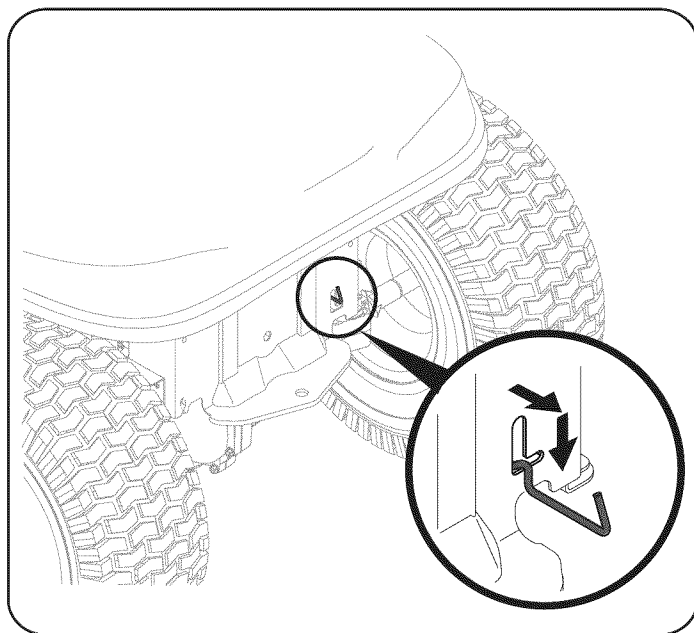

Figura 12
1. Localice la varilla de derivación hidrostática en la parte trasera del tractor. Consulte la Figura 12.